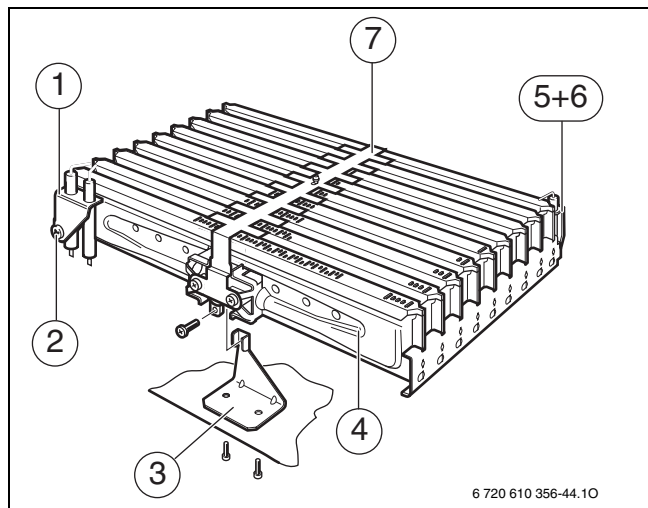

Рис. 43 Модуль пальника
- ▶ Роз'єм електрода розпаду (1) знімати з обережністю (→ рис. 43).
- ▶ Обережно зніміть з'єднання на електроді контролю полум'я (5).
- ▶ Зніміть кріпильний кутовий елемент (3).
- ▶ Послабте накидну гайку пальника та обережно зніміть модуль пальника (4).